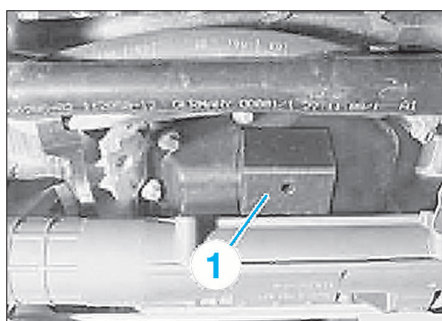

FIG. 11
- Abaisser le moteur vers l'arrière et le bloquer avec une cale appropriée (1) entre le carter d'huile et la direction ou avec un cric d'atelier (Fig.11).